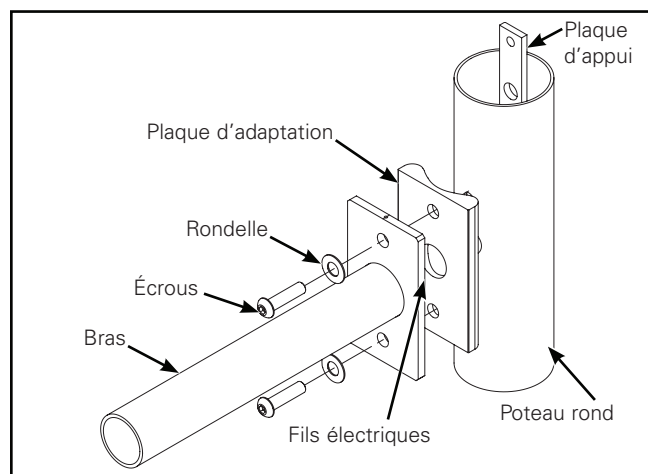

Figure 8.
Bras droit (Figure 8).
2. Pour les poteaux ronds seulement – installez la plaque d'adaptation ronde en plaçant le côté rond face au poteau (Figure 8). Alignez les trous supérieurs et inférieurs.